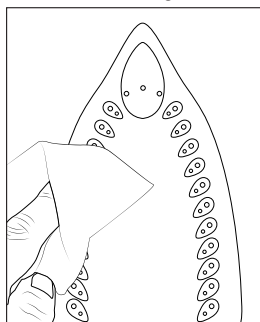

Fig. 1
- ▶ Avant la première utilisation, pensez à débloquer le verrouillage transport de l'appareil (voir également le chapitre **Transport**). Poussez à cette fin l'interrupteur de verrouillage ④ situé sur le fer à repasser vers le symbole de cadenas ouvert . Le fer à repasser peut maintenant être séparé de la surface de dépose ⑥.
- ◆ Nettoyez la semelle de repassage ⑧ à l'aide d'un chiffon légèrement humidifié (voir Fig. 1).